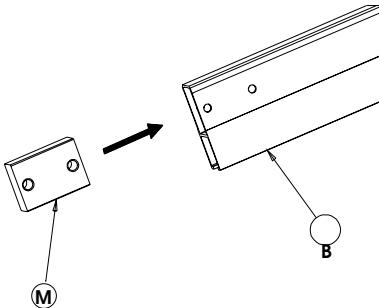

Fig.6
- 7) Inserire il particolare **M** nello spezzone appena forato, Fig.6
- 7) Insert part **M** on the section you have just drilled, Fig.6.
- 7) Introduire la pièce **M** dans le tronçon qu'on vient de percer, Fig.6
- 8) Das Teil **M** in das soeben gebohrte Teilstück einführen, Abb.6.